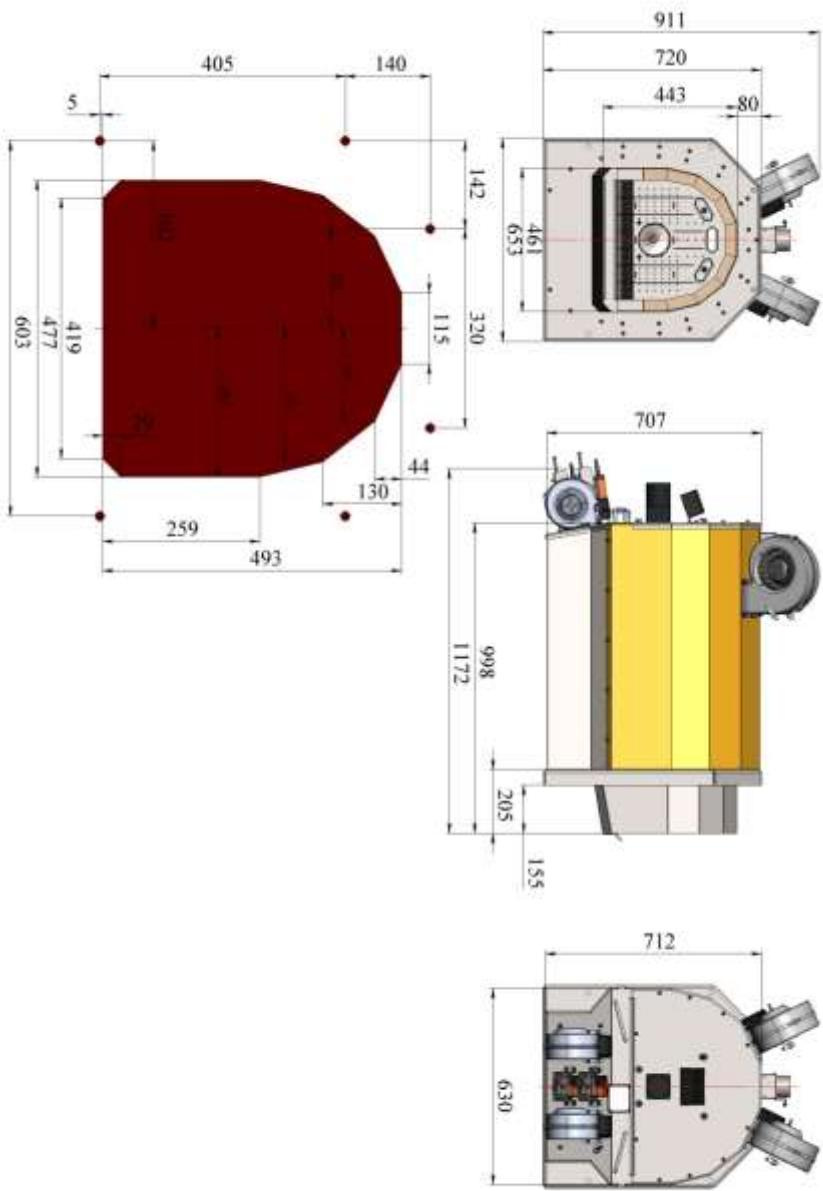

Рис.3 Габаритные и присоединительные размеры пеллетной горелки KVT Optima R 500 кВт.
- 2) Согласно схеме на Рис.3 выполнить монтажные отверстия в штатной дверце котла, если в комплекте поставки не предусмотрена дополнительная дверца горелки.